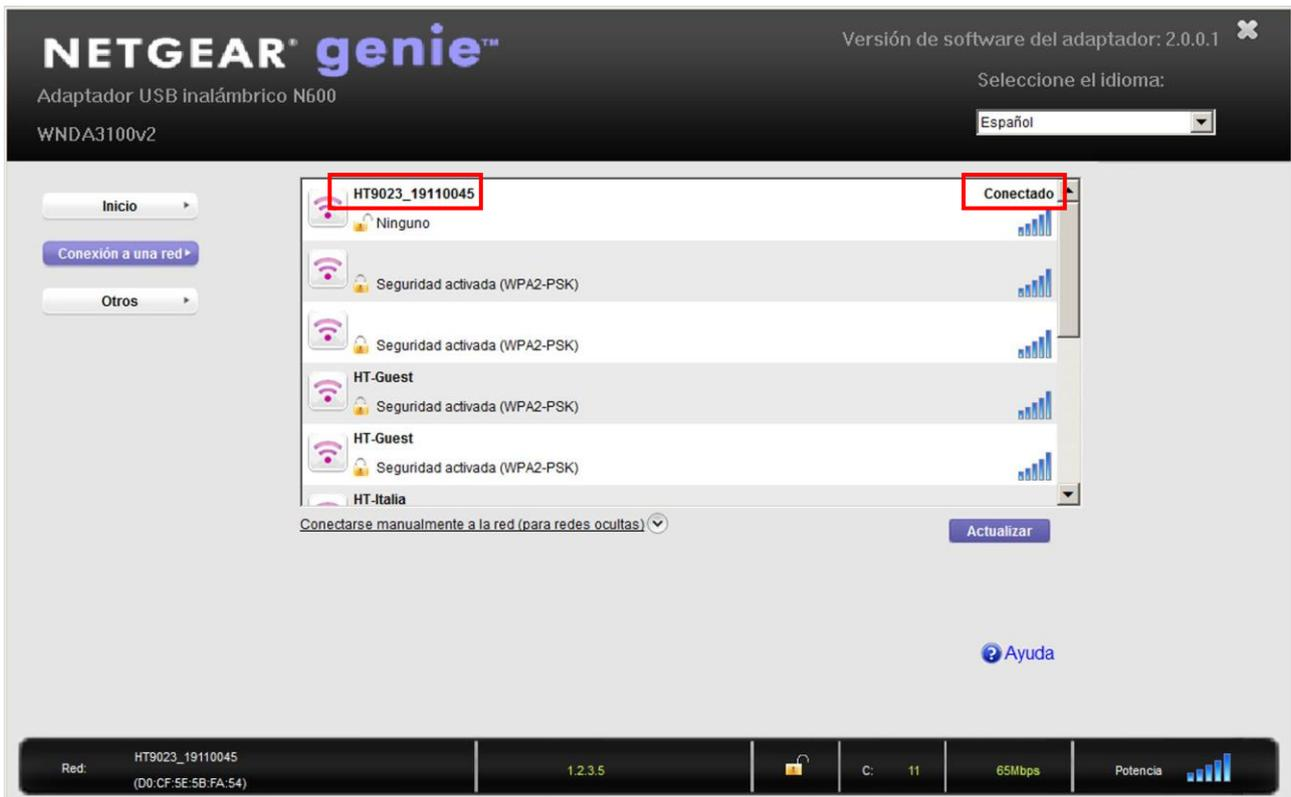

Fig. 15: Conexión WiFi del instrumento en el PC (ejemplo)
- Busque el instrumento "HT9023\_xxxxxxxx" en el dispositivo WiFi presente en el PC y conéctese como se muestra (ejemplo) en la siguiente Fig. 15